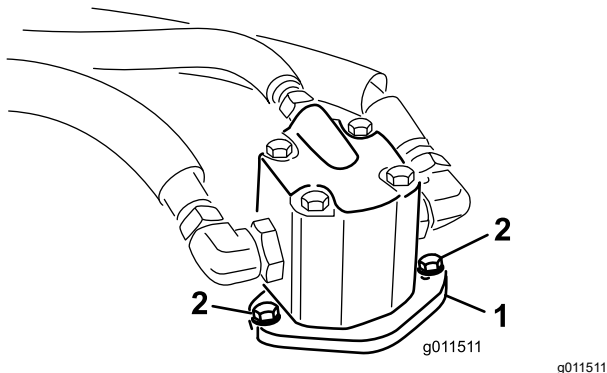

Figura 114
4. Retire los pernos que sujetan el motor hidráulico a la unidad de corte (Figura 114).